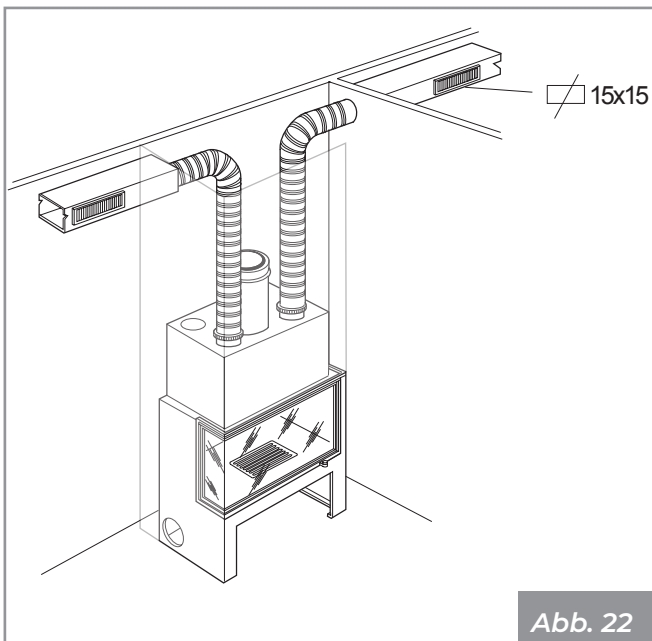

Abb. 22
- Aluminiumschlauch - Länge bis 6 m auf einzigem Kanal (Abb. 22);
- Glattes Metallrohr - Länge bis 10 m auf einzigem Kanal (Abb. 22);